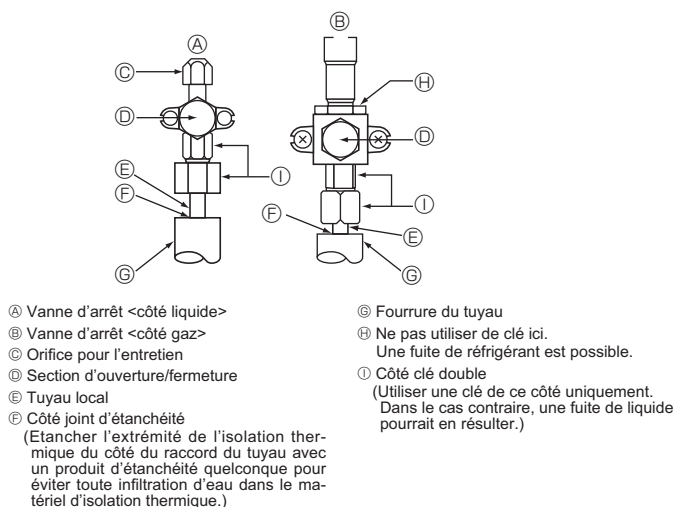

Fig. 4-5
4.4. Test d'étanchéité des tuyaux de réfrigérant (Fig. 4-5)
- Vérifier que les vannes d'arrêt (A) et (B) sont fermées et ne pas les ouvrir.
- Ajouter de la pression dans les tuyaux de réfrigérant par l'orifice de service (C) de la vanne d'arrêt de liquide (A).
- Si la pression diminue à l'étape (2) ou (3), il y a une fuite de gaz. Rechercher l'origine de la fuite de gaz.